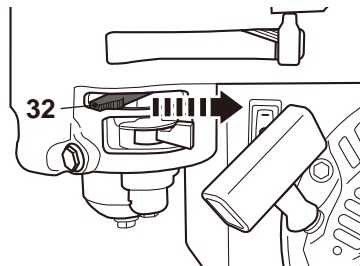

Fig. 27, posición de transporte
- > Mueva la palanca de ahogue (32) a la posición de apertura **OPEN** para el arranque en caliente y el uso normal (Fig. 27).